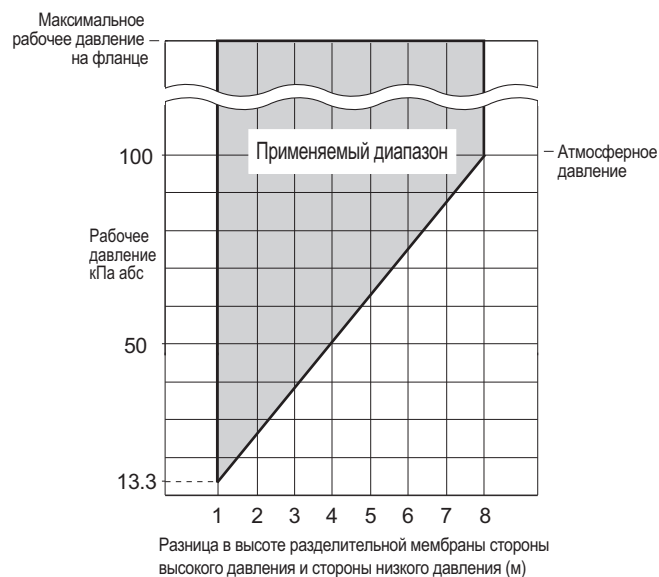

Рисунок 1j. Рабочее давление и длина капилляра
*9: При использовании системы с компенсацией капиллярной трубкой смотрите рис. 1j 'Рабочее давление и длина капилляра'.